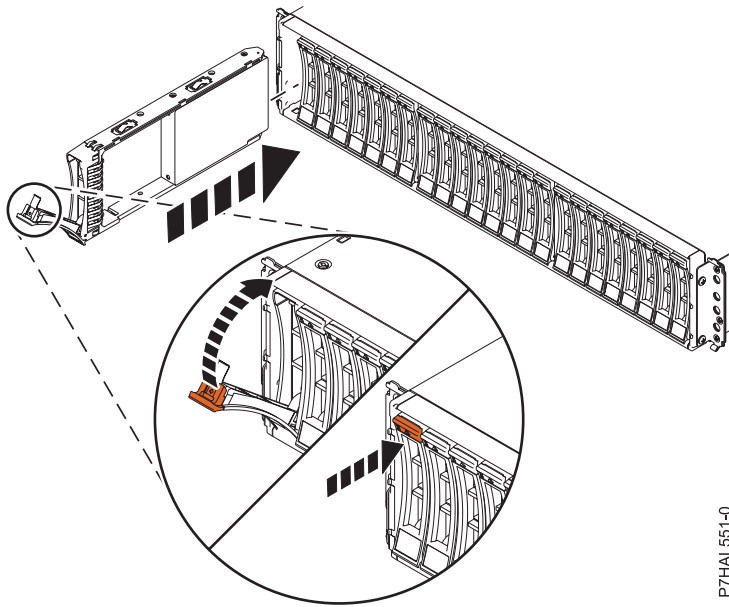

Figure 11. Installation de l'unité de disque dans le 58/87
- Avec la poignée en position déverrouillée, comme illustré à la figure 11, à la page 21, maintenez l'unité par le dessous pour l'aligner avec les rails de guidage dans l'unité d'extension.